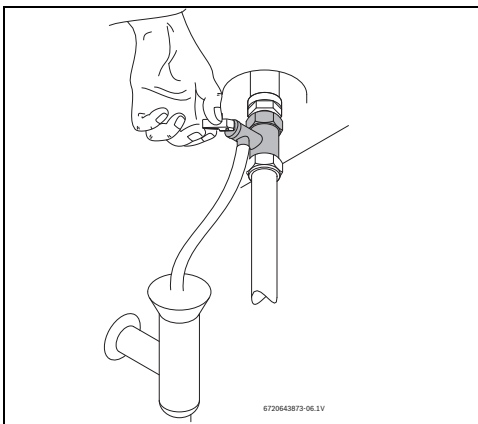

Fig. 14 Acionamento manual da válvula de segurança
- ▶ Abrir a válvula de segurança (Fig. 14).
- ▶ Abrir manualmente a válvula de segurança pelo menos uma vez por mês (Fig. 14).